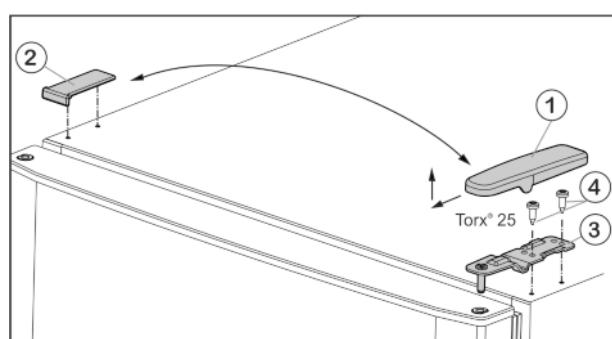

Fig. 5
- Потяните крышку Fig. 5 (1) вперед и вверх.
- Снимите крышку Fig. 5 (2).
- ▶ Открутите верхний опорный кронштейн Fig. 5 (3) (2 шт. Torx® 25) Fig. 5 (4) и вытяните вверх.
- ▶ Установите верхнюю дверцу на средний опорный кронштейн (13).
- ▶ Установите верхний опорный кронштейн Fig. 5 (3) на новой стороне шарнира и защелкните в дверце.
- ▶ Привинтите верхний опорный кронштейн (**с моментом 4 Нм**) (2 шт. Torx® 25) Fig. 5 (4). При необходимости используйте аккумуляторный шуруповерт.
- ▶ Наденьте и защелкните крышку Fig. 5 (1) на противоположной стороне снаружи.
- ▶ Также наденьте сверху и защелкните крышку Fig. 5 (2) на противоположной стороне.